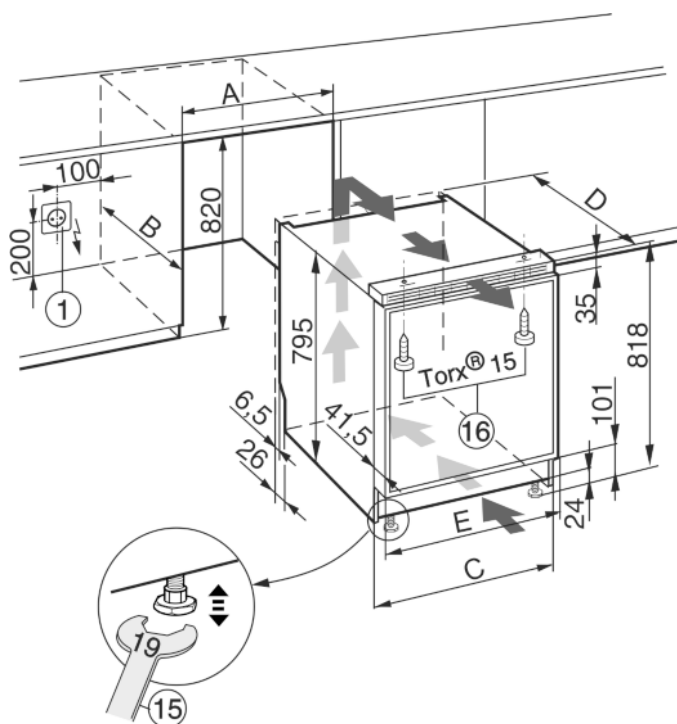

Fig. 12
- La presa Fig. 12 (1) deve essere situata vicino all'apparecchio ed essere facilmente accessibile.
- ▶ Livellare l'apparecchio agendo sui piedini di regolazione servendosi della chiave fissa Fig. 12 (15) fornita in dotazione.
- ▶ Fissare l'apparecchio con le viti Fig. 12 (16) superiori in dotazione al piano di lavoro e rispettivamente ai mobili della cucina.